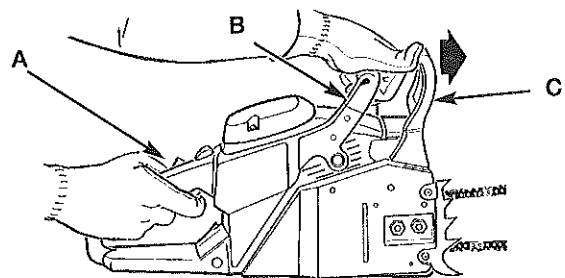

Fig. 10
3. Agarre el asa posterior (A) con su mano derecha (Fig. 10).
4. Con su mano izquierda, sostenga el asa frontal (B) [no la palanca del Freno de Cadena® (C)] firmemente (Fig. 10).
5. Apriete el gatillo acelerador hasta 1/3, y active inmediatamente el Freno de Cadena® pulsándolo hacia delante (C) (Fig. 10).